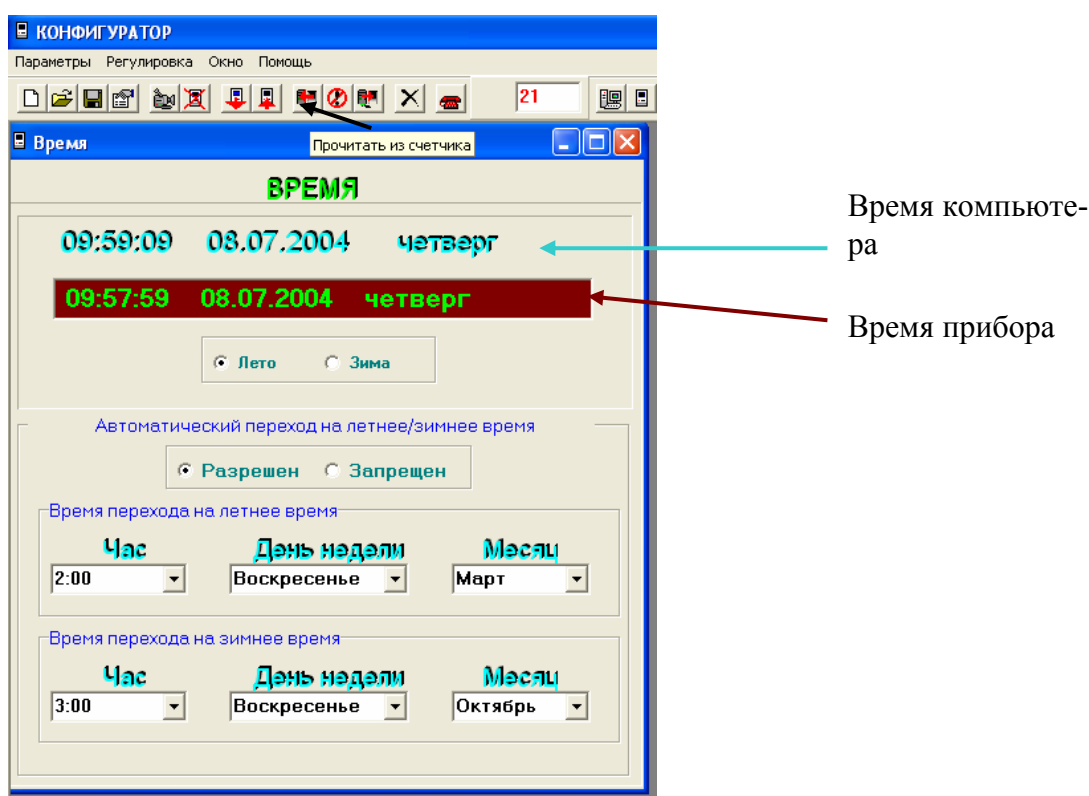

Рис.24
2. в случае успешного обмена, на экране монитора, в окне **«Время»** отобразятся текущее время компьютера и счетчика и параметры перевода сезонного времени, прочитанные из счетчика. (Рис.24);